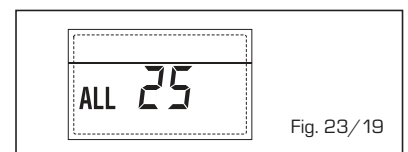

Fig. 23/19
- **ANOMALÍA SONDA AUXILIAR (S3) "ALL 26" (fig. 23/20)**